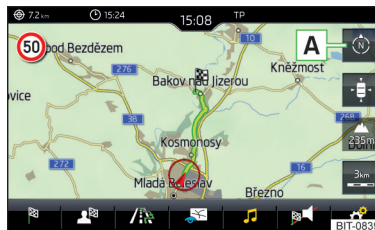

Fig. 180
► Para **cambiar la dirección del mapa**, pulsar en el menú principal Navegación la superficie funcional **A** » fig. 180.